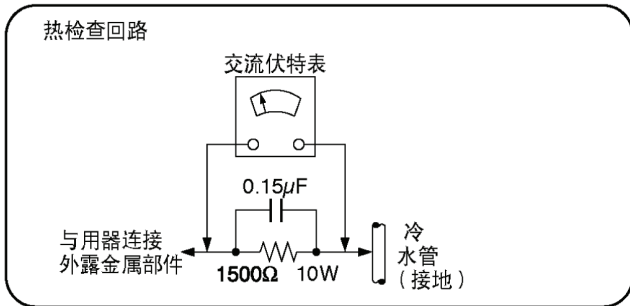

图 1
2.1.2. 漏电热检查（请见图 1）
2. 如图 1 所示，在机身和外露金属部件与地线（如水管）之间并联一个 1.5 千欧，10 瓦电阻器与一个 0.15 μ F 的电容器。